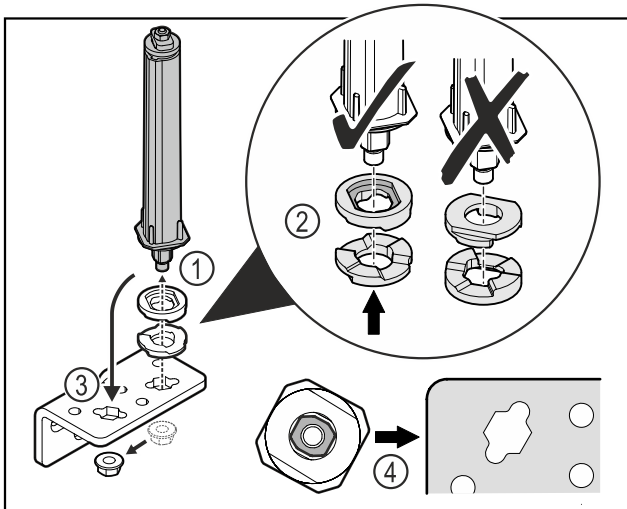

Fig. 38
- ▶ Moer losmaken en deursluitsysteem verwijderen Fig. 38 (1).
- ▶ De correcte uitlijning van de hoogte-instelschijven in acht nemen Fig. 38 (2).
- ▶ Deursluitsysteem in de scharnierhoek verplaatsen en met de moer vastzetten Fig. 38 (3).
- ▶ Bij het plaatsen de correcte uitlijning van het deursluit-systeem in acht nemen Fig. 38 (4).